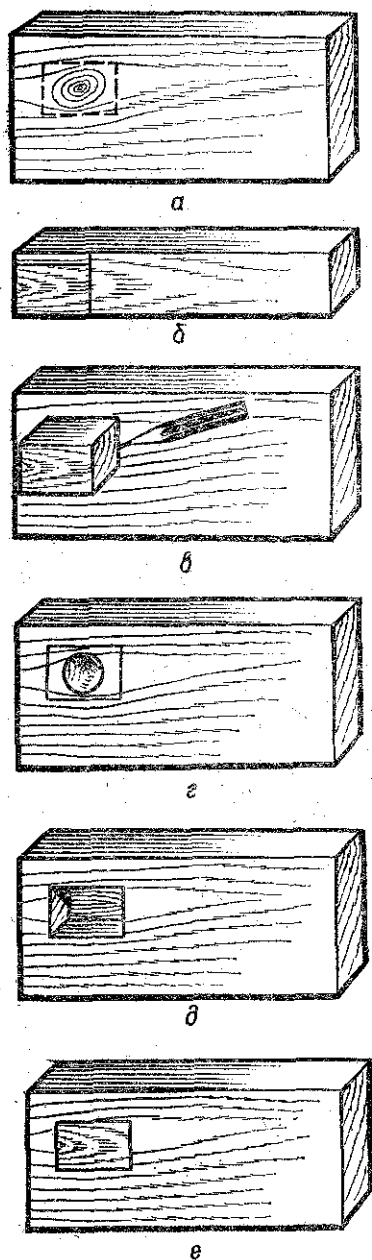

Рис. 58. Заделка дефектов:
1. Определить форму заделки (рис. 58, *а*).
2. Разметить заделку (рис. 58, *б*).
4. Разметить отверстие под вставку (рис. 58, *в, г*).
5. Сделать отверстие (высверлить или выдолбить) под заделку (рис. 58, *д*).
6. Установить заделку на клею, застрогать поверхность (рис. 58, *е*).